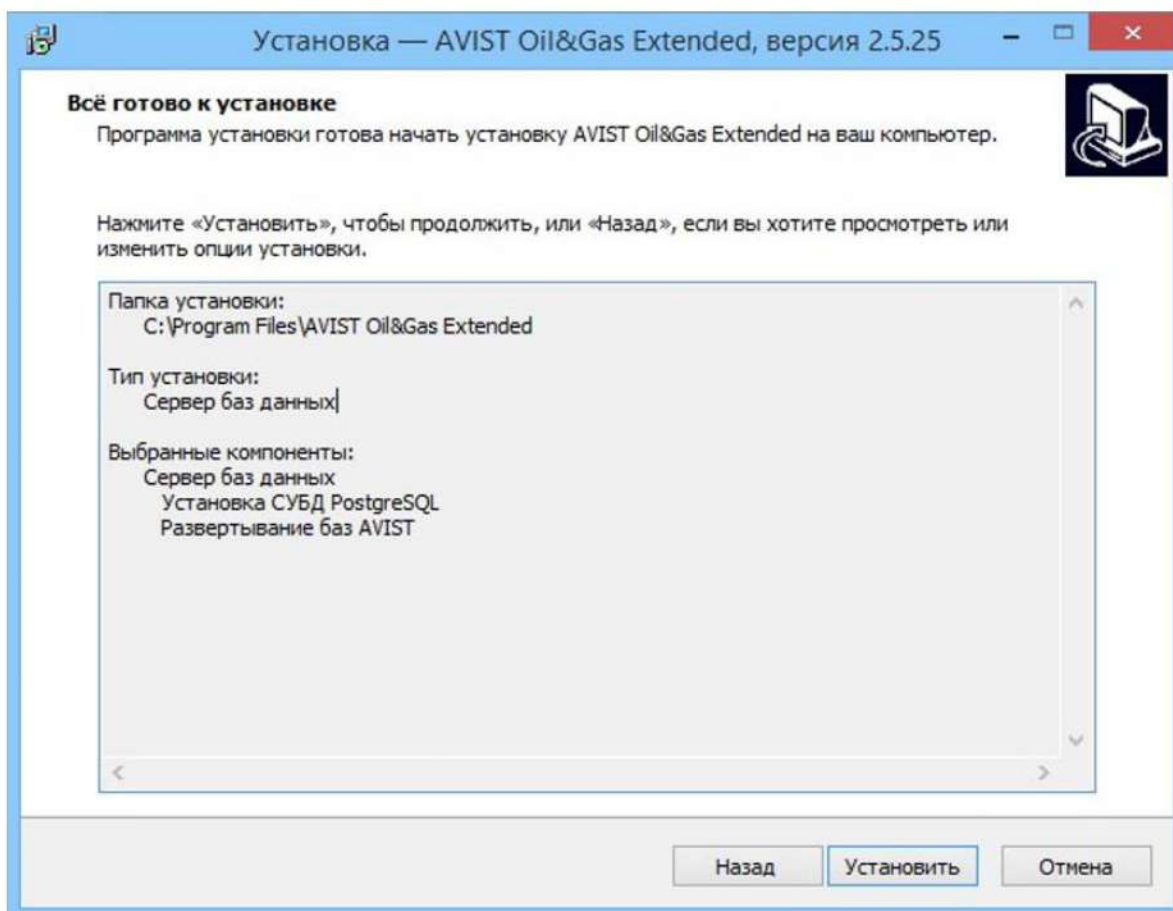

Рисунок 27 - Завершение ввода данных для установки Сервера баз данных
11) На этом ввод данных для установки Сервера баз данных завершен, нажать кнопку «Установить» (Рисунок 27).